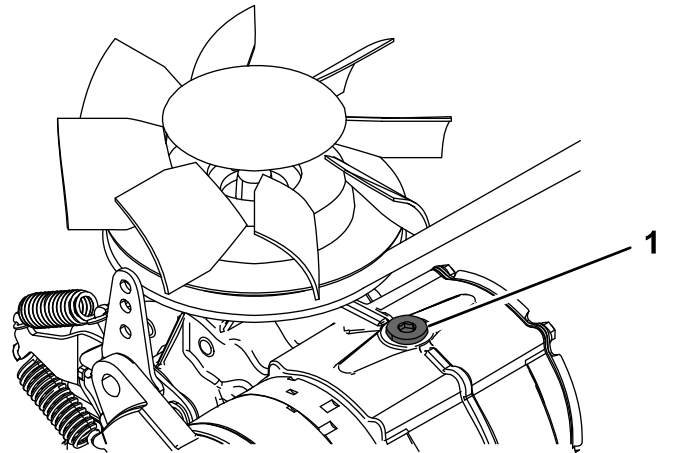

Figure 49
- Dévissez le bouchon d'aération sur chaque transmission jusqu'à ce qu'il soit desserré (Figure 49).